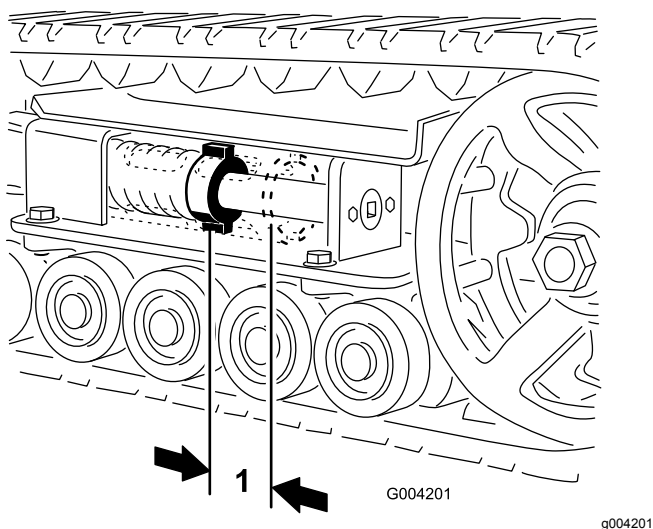

Figura 44
Deve essere presente uno spazio di 7 cm tra il dado di tensione e la parte posteriore del tubo di tensione (Figura 44). In caso contrario, regolare la tensione dei cingoli eseguendo la procedura di seguito riportata:
5. Utilizzando un cricchetto di trasmissione da 1/2", ruotate la vite di tensione in senso antiorario, fino a quando la distanza tra il dado di tensione e la parte posteriore del tubo di tensione (Figura 44) non è pari a 7 cm.
12. Ruotate la vite di tensione in senso antiorario, fino a quando la distanza tra il dado di tensione e la parte posteriore del tubo di tensione (Figura 44) non è pari a 7 cm.
18. Ruotate la vite di tensione in senso antiorario, fino a quando la distanza tra il dado di tensione e la parte posteriore del tubo di tensione (Figura 44) non è pari a 7 cm.